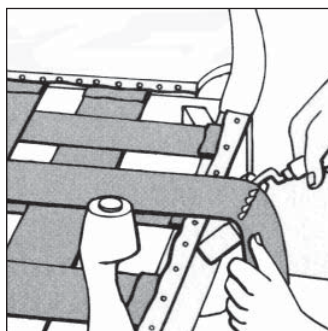

Figure 2 : Tendeur contre la traverse selon un angle de 45°
4. Appuyez le tendeur de sangle contre la traverse avant selon un angle de 45 degrés – voir le **figure 2** – et étirez la sangle en l'enfonçant sur les dents du tendeur. Poussez ensuite le manche du tendeur jusqu'à ce qu'il soit à l'horizontale, à environ 90 degrés.